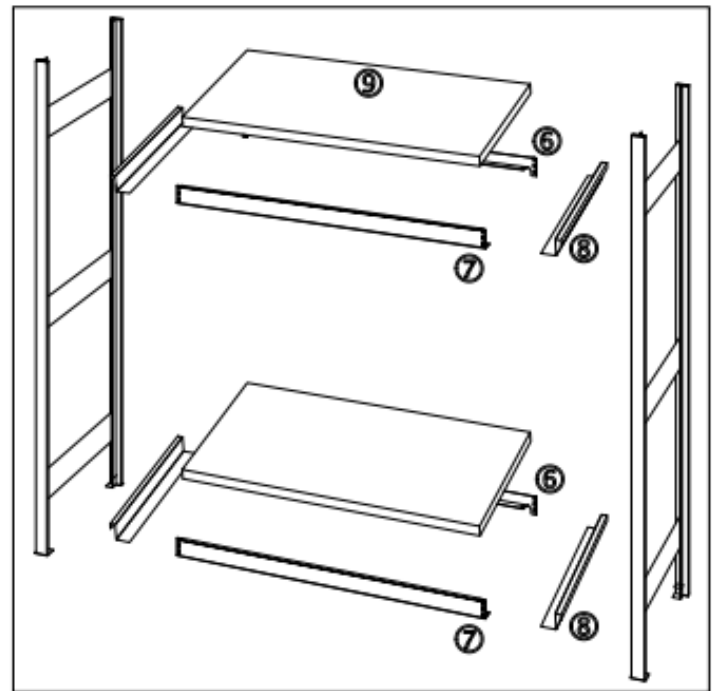
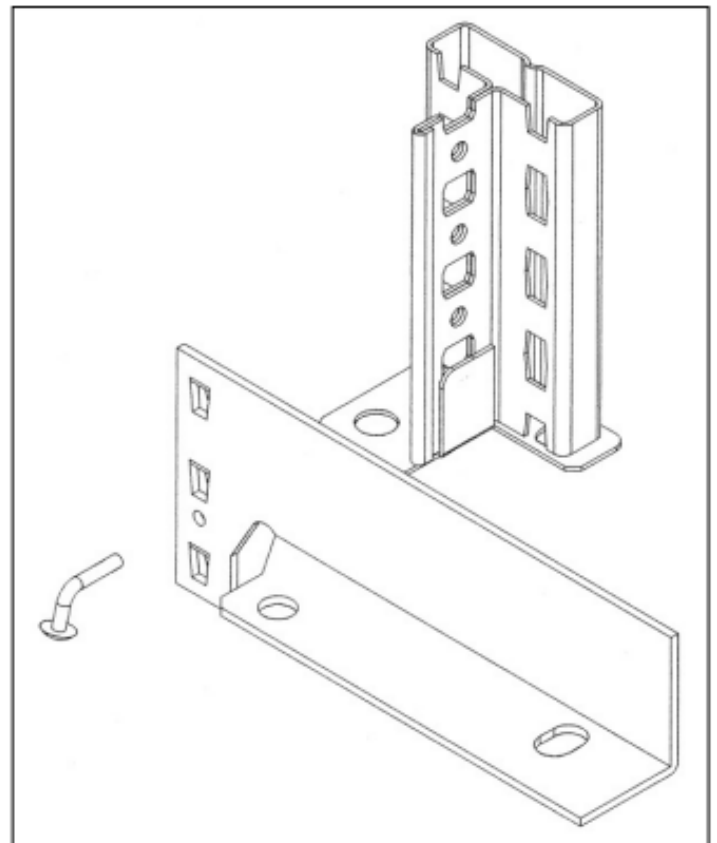

Abb. 4
Abb. 5
Zwei Rahmen im Abstand der Fachbodenbreite aufstellen, eine Traverse ⑦ vom Typ „vordere Traverse“ in die untere Einhängenposition (Abb. 4 und 6) vorn einhängen (Auflagekante = 115 mm über dem Fußboden) und mit Sicherungstiften sichern, wie in Abb. 5 dargestellt.
- 1.7** Dann die hintere Traverse ⑥ in der Höhe versetzt einhängen (Auflagekante = 215 mm über dem Fußboden) und mit Sicherungstiften sichern, wie in Abb. 5 dargestellt. Dann wie in Abb. 4 die Seitenbleche ⑧ und anschließend den Fachboden ⑨ in die Traversen schräg einlegen.